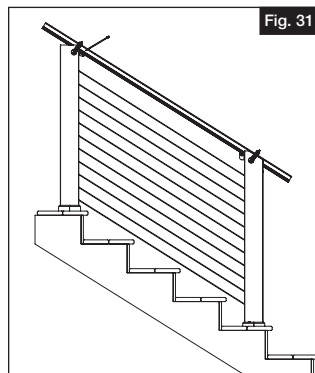

Fig. 31
- 5.** a. Au moyen de serre-joints, fixer le profilé supérieur sur le côté des poteaux de l'escalier en l'alignant sur les supports. Marquer le profilé au niveau des poteaux (Fig. 31). Couper le profilé supérieur sur ces marques et à cet angle.